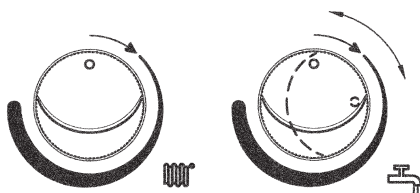

Figura 18B
- 2) cu butonul 7 în această poziție, efectuați două rotații rapide și consecutive ($\sim 1/4$ de rotație) în sens orar, așa cum se ilustrează în figura 18B.